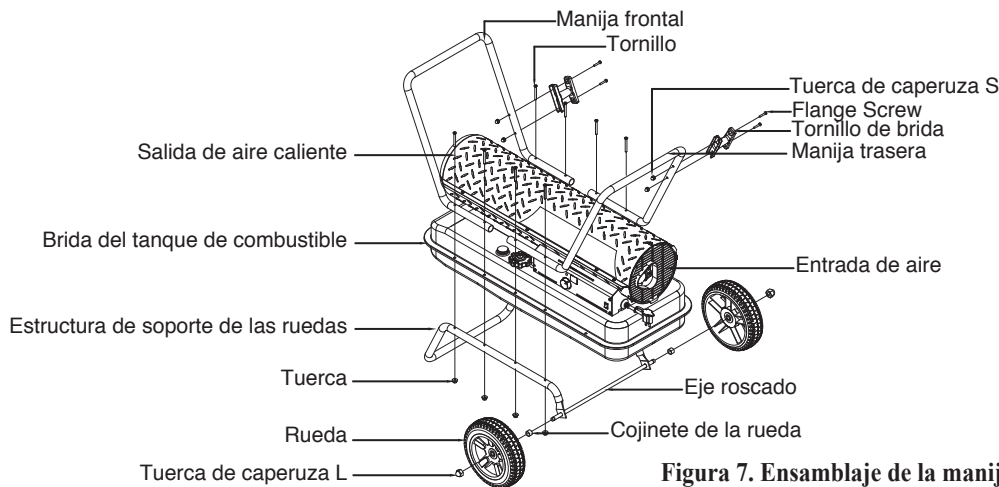

Figura 7. Ensamblaje de la manija, rueda
- 4) Coloque las manijas sobre la brida del tanque de combustible. Inserte los tornillos a través de las manijas, de la brida del tanque de combustible y de las estructuras de soporte de las ruedas como se ilustra en la Figura 7 y fije la tuerca ajustándola con los dedos después de insertar cada tornillo.